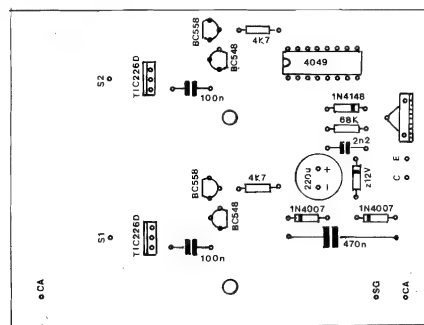

Fig. 4
- **FIG. 4 - "CHAPEADO" DA MONTAGEM** - A face não cobreada da placa específica, já com todas as peças posicionadas, identificadas pelos códigos, valores, polaridades e outras características, dentro da estilização normalmente adotada por APE... **Muita atenção** à inserção dos componentes polarizados, quais sejam: os dois